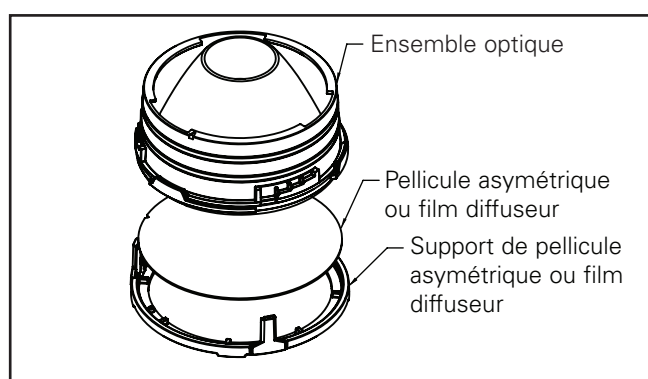

Figure 4
6. Pour installer la pellicule asymétrique, suivez les étapes 1 à 5 de la configuration asymétrique. (Figure 4)